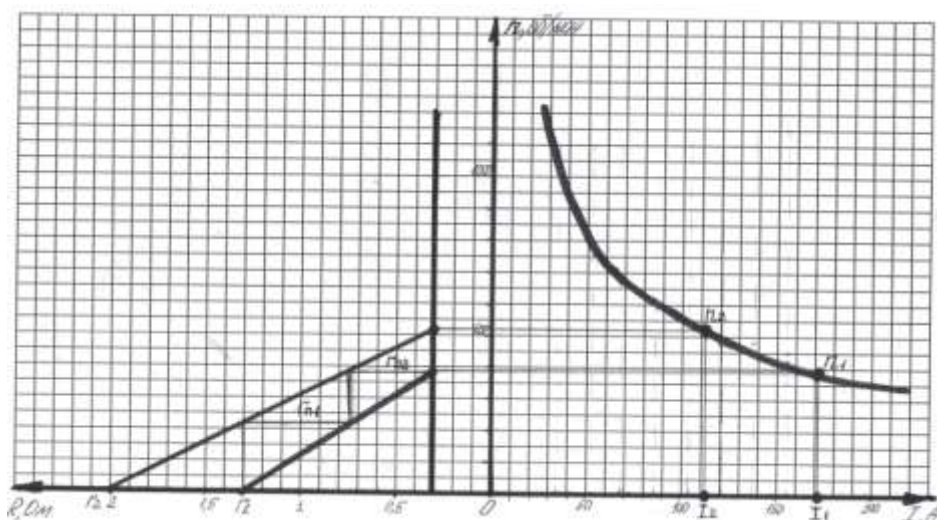

Рисунок 10. Нормальная пусковая диаграмма ДПТ ПВ
5) По полученным данным строим нормальную пусковую диаграмму (рис.10). Естественную скоростную характеристику строим по данным таблицы 7.